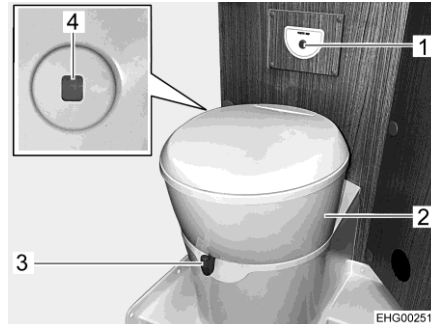

Fig. 96 Inodoro
La taza del inodoro se podrá girar a la posición deseada. Para ello, agarrar la parte superior (Fig. 96,2) del inodoro con ambas manos y girarla.
La unidad de mando con el botón del inodoro (Fig. 96,1) está instalado cerca de la taza del inodoro.
- Antes del lavado, abrir la corredera del inodoro. Para ello, empujar la palanca de corredera (Fig. 96,3) en sentido contrario a las agujas del reloj.
- Para lavar, pulsar el botón del inodoro azul (Fig. 96,1).
El color del indicador de nivel de llenado (Fig. 96,4) cambiará de color verde a rojo cuando se debe vaciar el depósito de aguas fecales.